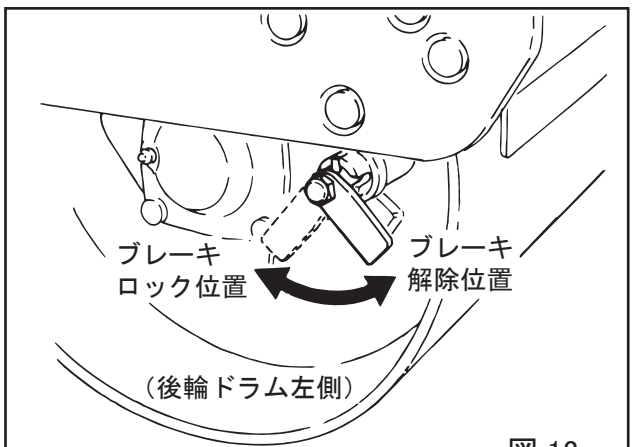

図 13
**注意** 走行させる前に必ず駐車ブレーキを外してください。レバーがかたい時は、本機を前後にゆくりとわずかに動かしてから外すと、容易にできます。(図13)
- 駐車ブレーキをロックにします。ブレーキノブを引き90°時計方向に回します。(図13)